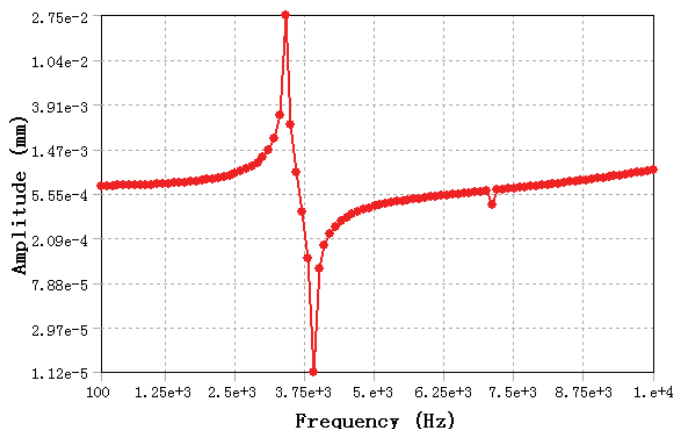

图 11-15 X 向位移频率响应图
13) 在 Outline 树结构图中的 Frequency Response 2 上单击右键, 在弹出的快捷菜单中选择 Evaluate All Results, 此时进行求解, 求解后得到的图形如图 11-15 所示。